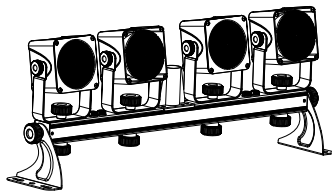

Fig.3
- a sospensione mediante staffe di montaggio (fig.3).